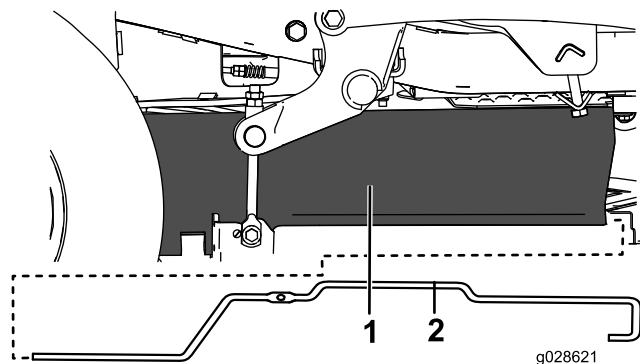

Figure 14
2. Insérez la nouvelle tringle de support dans le rideau (Figure 14).